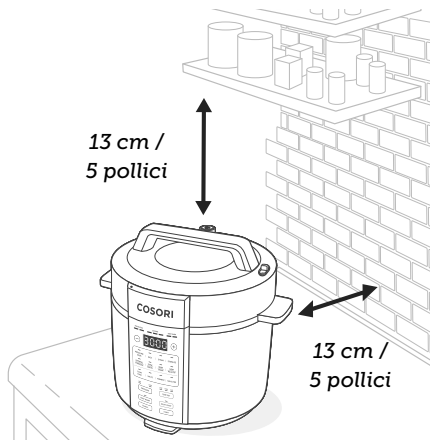

Figura 2.1
**Nota:** Lasciare uno spazio di 13 cm sopra la pentola a pressione. [Figura 2.1]